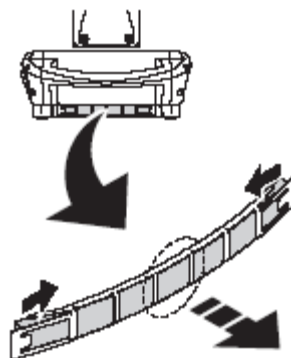

Рисунок 18. Воздушные фильтры основания
3. См. рисунок 18. На каждой стороне основания сбоку зажмите держатели воздушного фильтра, как показано на рисунке, затем потяните держатели за центр наружу, чтобы отсоединить и удалить их.